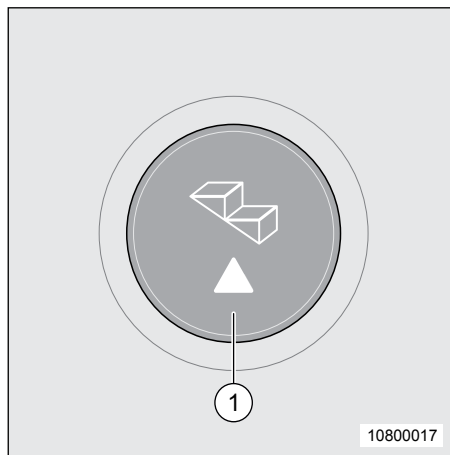
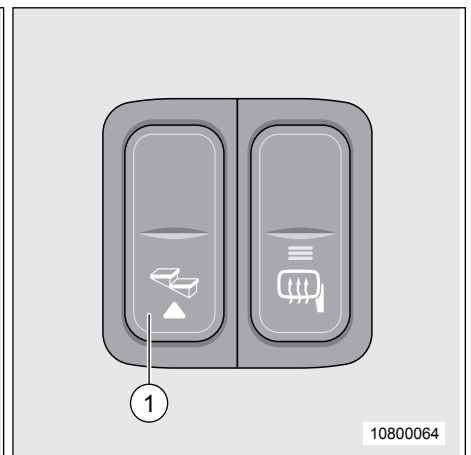

Fig. 7 Interrupteur marche-pied cabine Malibu T
Fig. 8 Interrupteur marche-pied cabine Malibu I
- Appuyer sur l'interrupteur à bascule (Fig. 7, Pos. 1 ou Fig. 8, Pos. 1) et le maintenir appuyé jusqu'à ce que la marche d'entrée soit complètement rentrée.